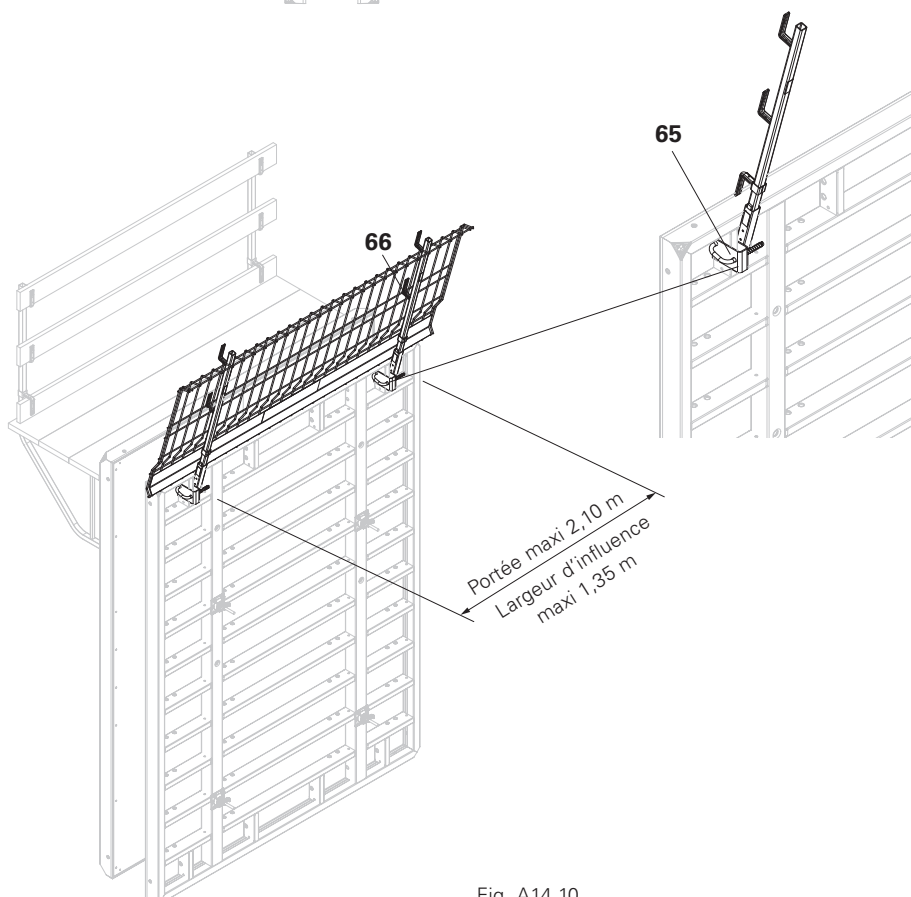

Fig. A14.10
1. Accrocher la fixation du montant de garde-corps TRIO (65) dans les trous de raccordements des raidisseurs verticaux des éléments.
3. Enficher le montant de garde-corps HSGP (66).
- (Fig. A14.10)